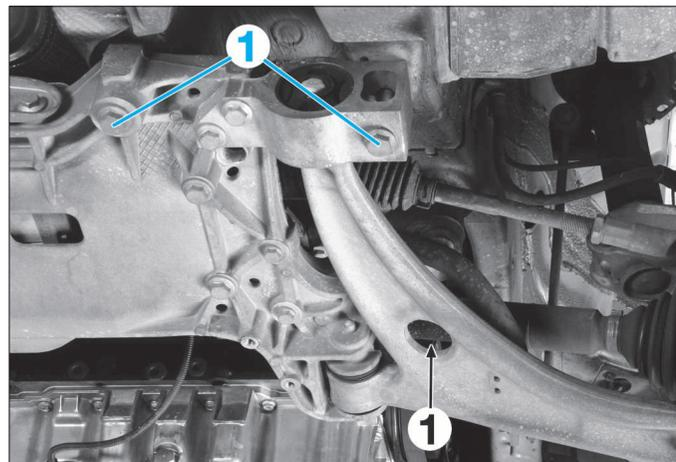

FIG. 1
Dévisser des deux côtés les vis (1) de fixation de la console/du berceau sur la carrosserie (Fig.1) puis déplacer le berceau à droite ou à gauche.